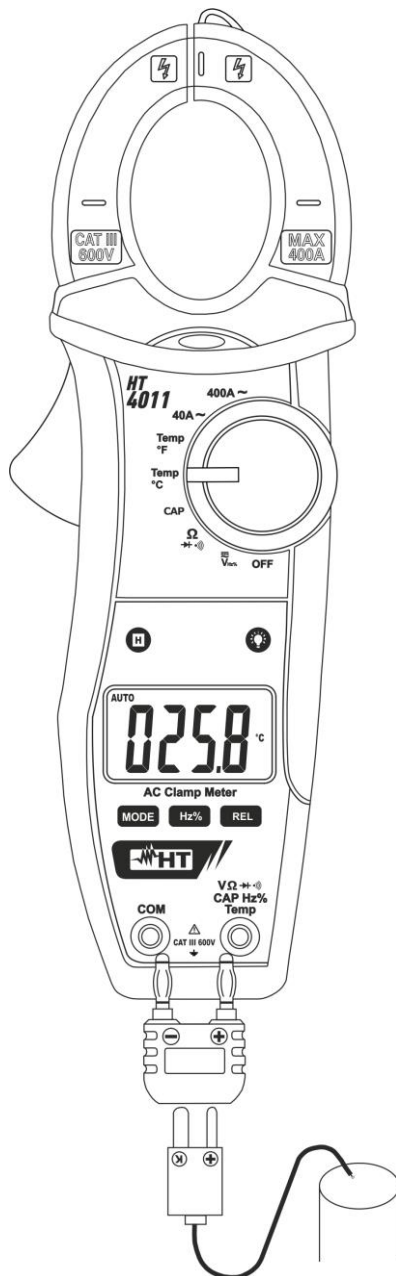

Fig. 9: Uso da pinça para Medição de Temperaturas com sonda tipo K
2. Inserir a sonda tipo K (fornecida) nos terminais de entrada **VΩ Hz% Temp** e **COM** através do respetivo adaptador, respeitando a polaridade mostrada na Fig. 9. O valor da temperatura é apresentado no display.